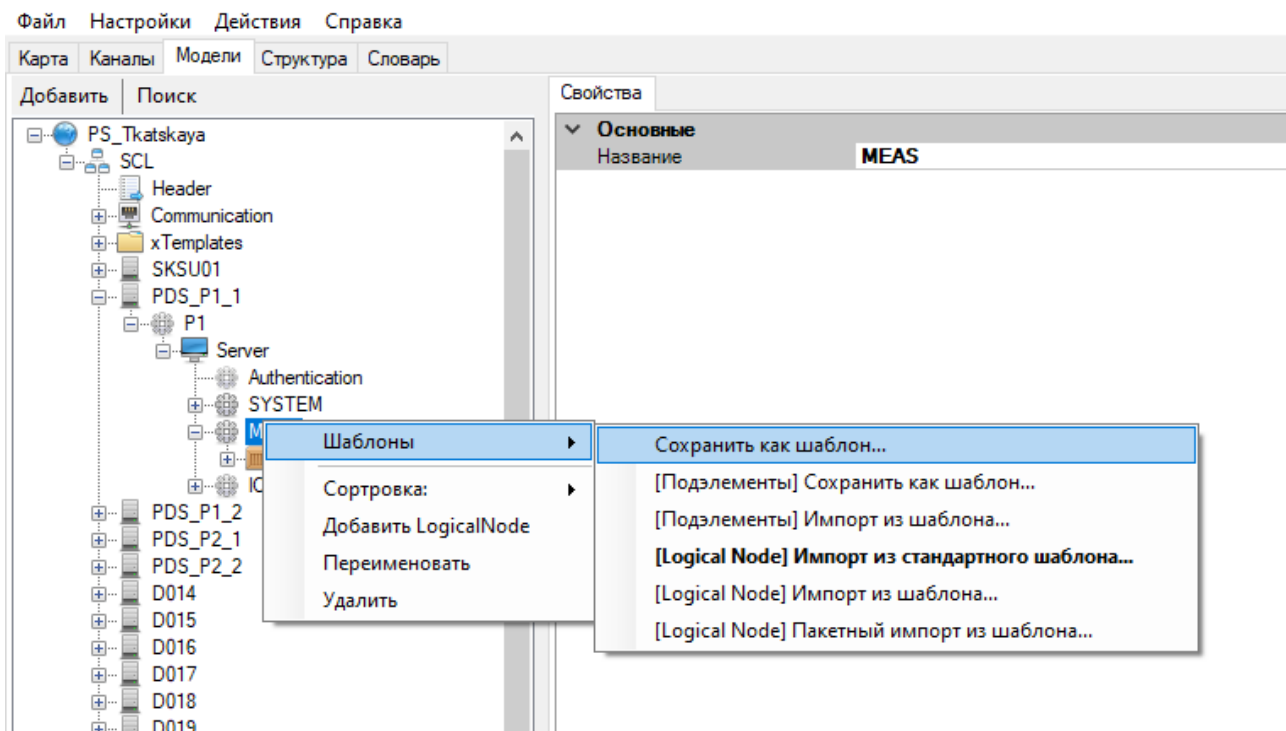

Рисунок 468. Сохранение шаблона логического узла
- сохранить созданный логический узел в шаблон. Для этого нажимаем правой кнопкой мыши на логическом узле и выбираем «Сохранить как шаблон» (см. Рисунок 468).